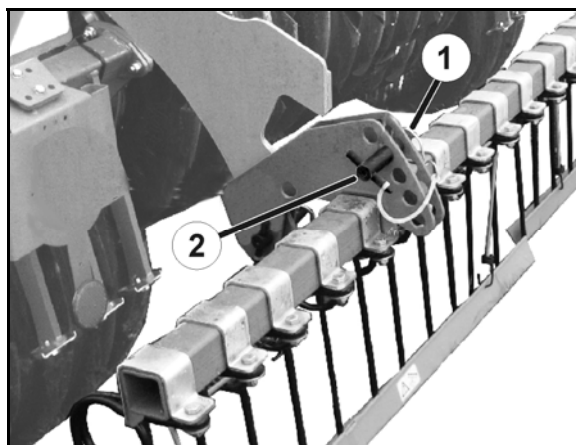

Bild 47
2. Lossa låssprinten (Bild 47/1).
3. Sätt inställningsbulten (Bild 47/2) i önskad position.